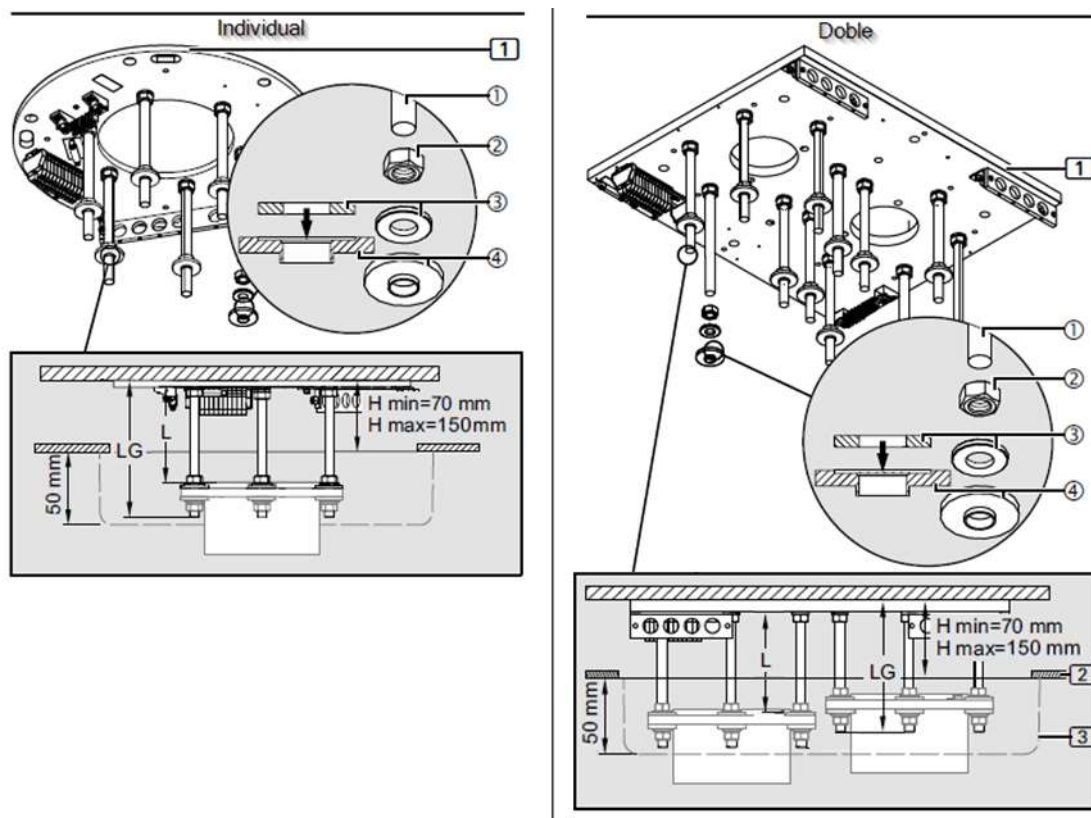

Abb. 10 Montage der oberen Isolierungen an den Gewindebolzen ohne Zwischendecke
- Die Deckenblende (3) wird später bündig mit der Decke montiert und verdeckt den Rohrflansch an der Decke.
- Die erforderliche Länge der Gewindebolzen M16 x 315 mm (1) hängt vom Abstand H ab: von der Decke bis zur Unterkante der Zwischendecke (2).
- Beachten Sie die Mindest- und Höchstlänge der Gewindebolzen M16 x 315 mm (1).
- Für die Dachverkleidung (3) mit einer Höhe von 50 mm müssen die Gewindebolzen 6/12 M16 x 315 mm (3) wie in Abbildung 10 dargestellt gekürzt werden.
- Zur Bestimmung der Länge LG der Gewindeschrauben (1) gilt: $LG = H + 135 \text{ mm}$
- Entfernen Sie leicht die Grate von den Gewindebolzen M16 x 330 mm ①, um einen maximalen Sitz des Gewindes in der Schnittstellenplatte (1) zu gewährleisten.
- Schrauben Sie jeweils 1 Sechskantmutter M16 ② auf die Gewindebolzen M16 ③ und legen Sie dann jeweils 1 Federscheibe ① auf.